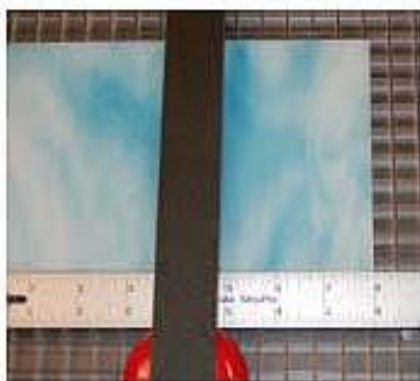

Figure 1
1. Placez le verre sur la règle. N'importe quel nombre peut être votre **point d'origine**. Nous allons utiliser le numéro **5** sur la règle que notre point d'origine. Si on fait glisser le verre droit de la numéro **8** et de faire un score, nous aurons une bande de 3 INCH. (figure 1)